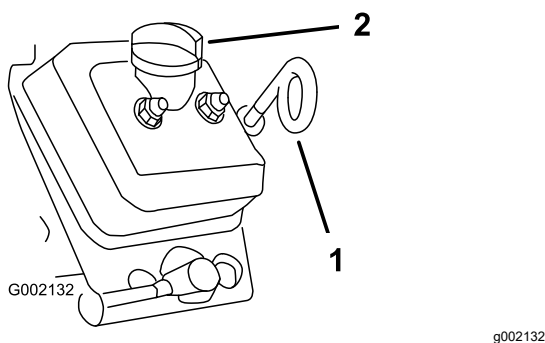

Рисунок 35
5. Очистите поверхность вокруг масломерного щупа и крышки заливной горловины ветошью (Рисунок 35), чтобы загрязнения не могли попасть в трубку масломерного щупа или заливную горловину и привести к повреждению двигателя.
6. Извлеките масломерный щуп и на чисто протрите его (Рисунок 35).
7. Вставьте щуп в трубку масломерного щупа до упора (Рисунок 35).
10. Установите крышку заливной горловины на место (Рисунок 35).
11. Вставьте масломерный щуп до упора (Рисунок 35).